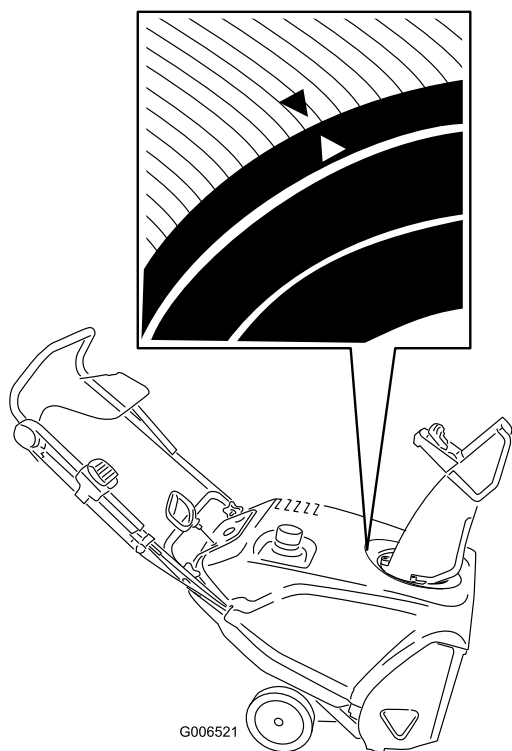

Рисунок 41
3. Поворачивайте желоб так, чтобы он был направлен строго вперед, и стрелка на тыльной части желоба совпадала со стрелкой на кожухе (Рисунок 41).